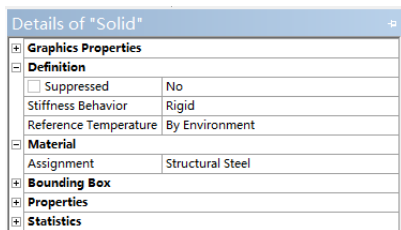

图 16-12 设置“Stiffness Behavior”均为“Rigid”
2) 选择 Mechanical 界面左侧 Outline 树结构图中“Geometry”选项下的所有“Solid”，在 Details of “Solid” 中确保所有的 Solid 对象的“Stiffness Behavior”均为“Rigid”，如图 16-12 所示。